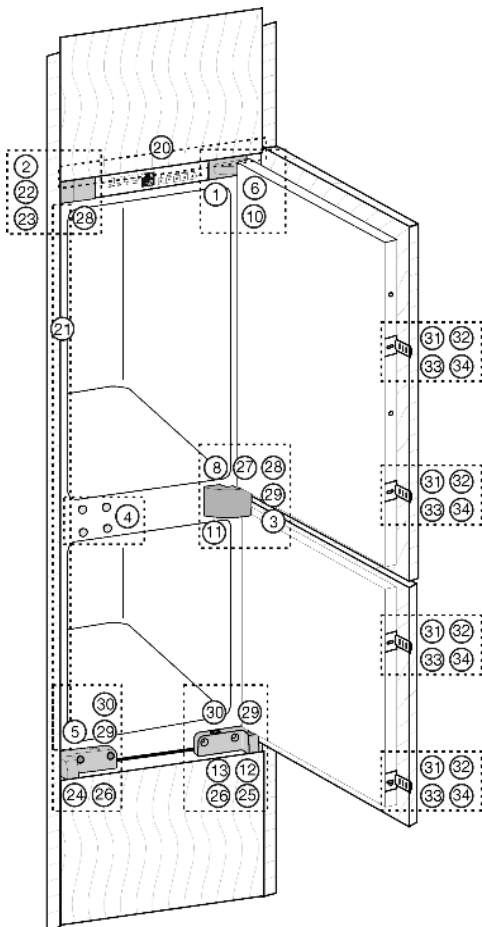
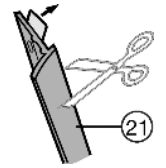
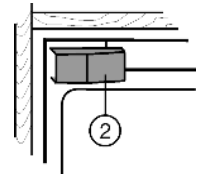

Fig. 6
Fig. 9
Fig. 10
- Adhiera la tira tapajunta Fig. 9 (21) por el lado del tirador y delantero a la pared lateral del aparato: Retire la lámina protectora y fije la tira tapajunta.
- Si es necesario, acorte la tira tapajunta Fig. 9 (21) para adaptarla a la altura del habitáculo.
- Fije la tira tapajunta Fig. 9 (21) exactamente debajo de la brida en U Fig. 6 (22).
- Retire la cubierta Fig. 10 (2).
- En el primer montaje: Retire la cubierta Fig. 6 (3) del centro del soporte del cojinete Fig. 10 (11).